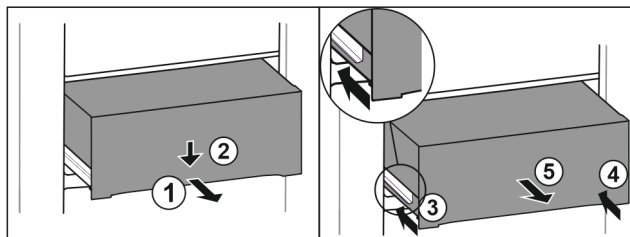

Fig. 103
- Schubfach halb herausziehen. Fig. 103 (1)
- Schubfach an der Vorderseite nach unten drücken. Fig. 103 (2)
- Linke Schiene etwa 2 cm einschieben. Fig. 103 (3)
- Rechte Schiene etwa 2 cm einschieben. Fig. 103 (4)
- Schubfach nach vorne entnehmen. Fig. 103 (5)